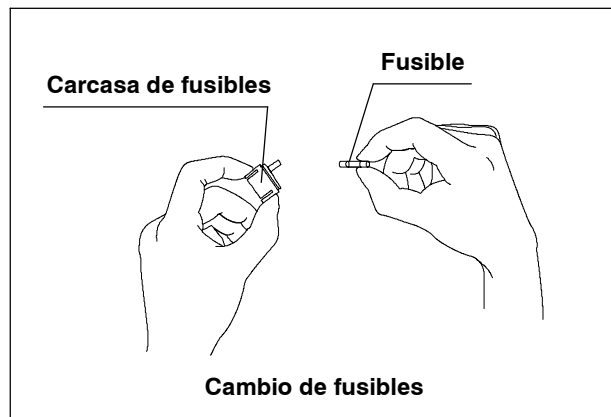

Figura 4.3
5. Inspeccione los fusibles. Cambie siempre ambos fusibles aún cuando sólo uno esté fundido (ver figura 4.3).